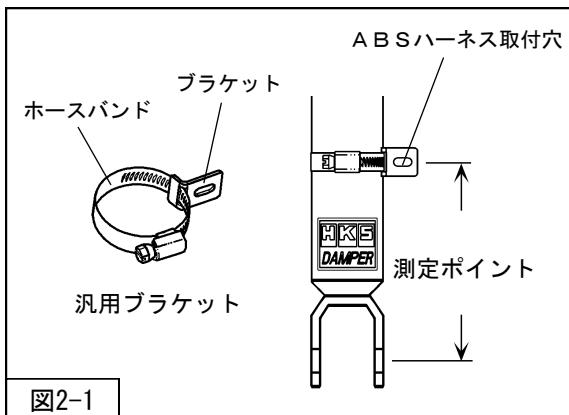

図2-1
1. 本製品にはABSセンサハーネスを固定するため、汎用ブラケット（ブラケット十ホースバンド）を同梱しています。測定ポイントが純正サスペンションと同じ距離・位置になるように、汎用ブラケットをフロントサスペンションASSYに固定してください。（図2-1）